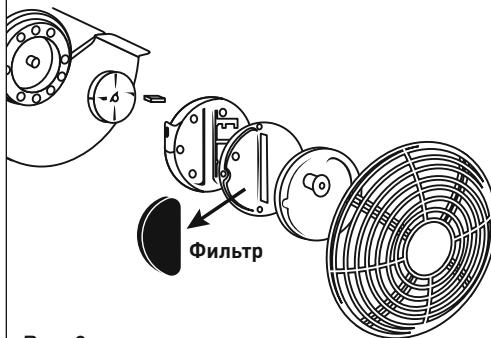

Рис. 3
- Через каждые 150 часов эксплуатации промывайте входной фильтр чистящим средством средней жесткости и просушите. Перед установкой в тепловую пушку фильтр должен быть тщательно высушен и не содержать масла (рис. 3).